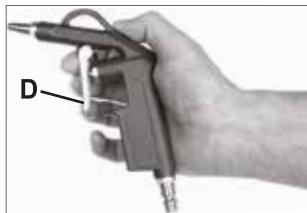

Рис.4
3. Направьте пневмопистолет в направлении очищаемых поверхностей и нажмите рычаг **D** (рис.4). Поток воздуха регулируется усилием нажатия на рычаг.